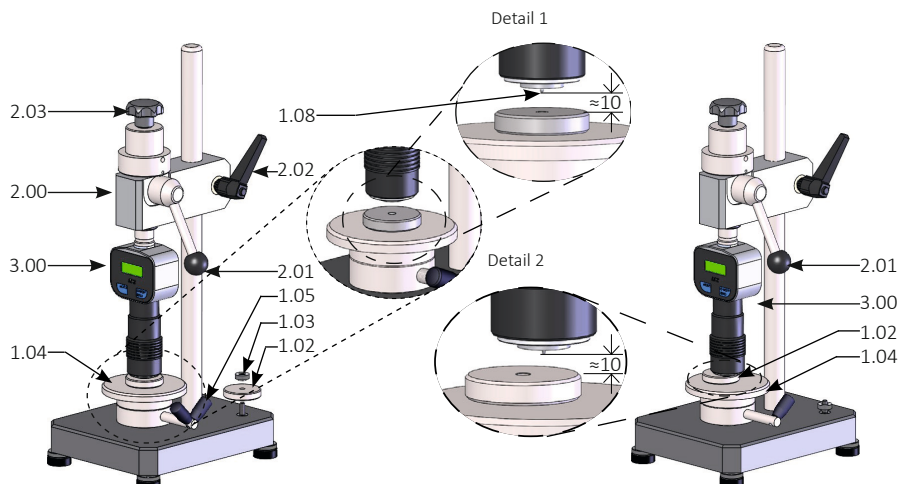
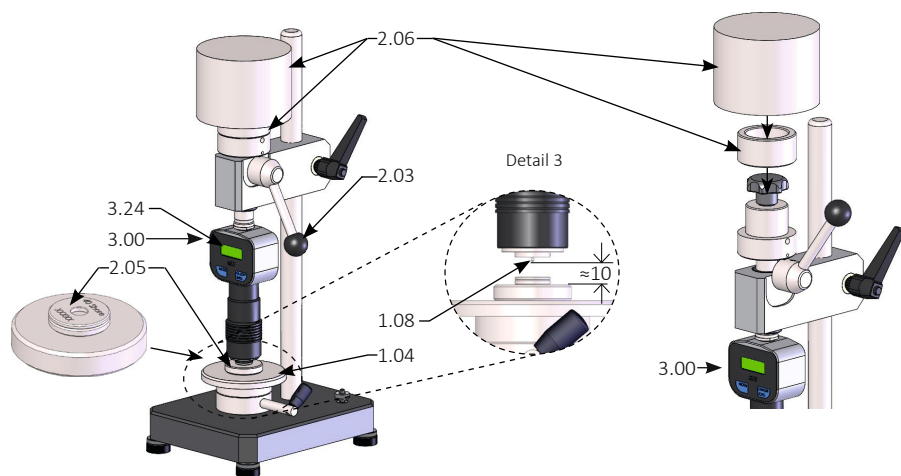

Fig. 4 Alignement de la table support Shore A, B, 0, 00, 000, 000 S, A0, E, L/c, Asker C
Fig. 5 Alignement de la table support Shore D, C, D0
- Desserrer l'écrou moleté (1.03, Fig. 4) et retirer la pièce de réglage (1.02, Fig. 4).
- Tenir fermement le bras porte-pièce (2.00) de manière à ce que le duromètre (3.00) ne soit pas en contact avec le bras de saisie. tomber sur la table porte-pièce (1.04, Fig. 4) après avoir relâché le levier de serrage (2.02, Fig. 4) et endommager le pénétrateur (1.08, Fig. 4).
- Déplacez le bras porte-pièce de sorte que le pénétrateur du duromètre (3.00) soit verticalement ≈10 mm décentré au-dessus de la surface de contact de la pièce de réglage (voir détail Fig. 4).
- Desserrer le levier de serrage (1.05, Fig. 4) de la table support.
- Faites pivoter le levier de chargement (2.01, Fig. 4) uniformément vers le bas pour faire une mesure sur la pièce de réglage.
- › Desserrez le levier de serrage (2.02) du bras porte-pièce (2.00) d'une main tout en tenant le bras porte-pièce de l'autre main afin que le duromètre ne tombe pas sur la table support (1.04) et n'endommage pas le pénétrateur (1.08, Fig. 5).
- › Déplacez le bras porte-pièce de manière à ce que le pénétrateur de l'instrument de mesure de l'épaisseur de la duromètre est verticalement ≈ 10 mm centré sur l'alésage de l'anneau de contrôle 40 Shore, (voir Détail 3 Fig. 5).
- › Faites pivoter le levier de chargement (2.01, Fig. 4) uniformément vers le bas.
- › Fixez la table support avec le levier de serrage (1.05, Fig. 4) de la table support.
- › Faites pivoter le levier de chargement (2.01, Fig. 4) vers le haut.
Placez la bague de contrôle avec plaque de base (2.05) sur la table support (1.04) de sorte que le pénétrateur (1.08, Fig. 4) du duromètre (3.00) se trouve ≈10 mm centré au-dessus de l'alésage de la bague de contrôle avec plaque de base (voir Fig. 5).
- › Faites pivoter le levier de charge (2.01, Fig. 4) vers le bas pour abaisser le duromètre
Pour appliquer un poids conforme à la norme, les deux poids supplémentaires (2,06, Fig. 5) sont nécessaires, voir chapitre 2.2 «Détails techniques» of page 6.